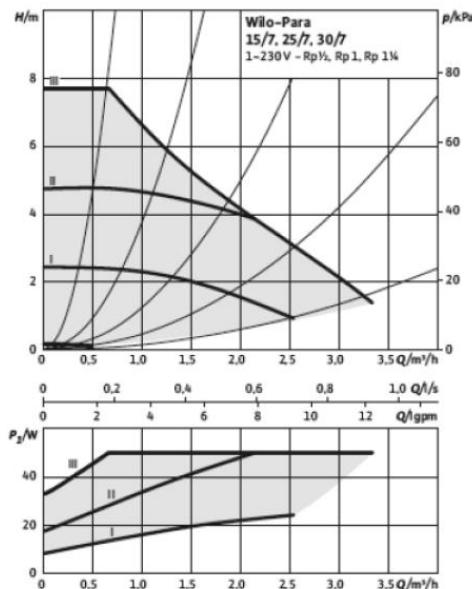

Figura 81 – Desempenho da bomba – Velocidades constantes I, II e III
- Seleção da curva característica (I, II e III - Figura 81) dentro do modo de controlo.